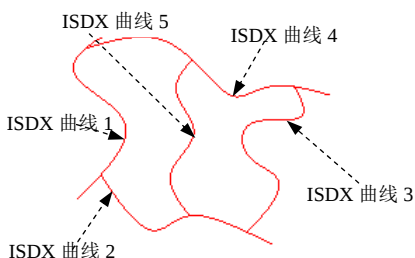
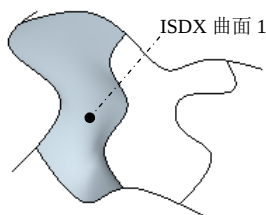

图 10.4.15 模型
图 10.4.16 创建 ISDX 曲面 1
(1) 单击视图工具栏中的  按钮，将模型设置为着色显示状态。
(2) 单击图工具栏中的  按钮，在弹出的界面中取消选中  轴显示、 坐标系显示 和  平面显示 复选框，使基准轴、坐标系和基准平面不显示。
(3) 单击  按钮，然后选择 VIEW_1 视图。此时模型如图 10.4.15 所示。
(1) 单击 **样式** 功能选项卡 **曲面** 区域中的“曲面”按钮 .
(2) 按住 Ctrl 键, 选取图 10.4.15 所示的 ISDX 曲线 1、曲线 2、曲线 5 和曲线 4, 此时系统便以这 4 条 ISDX 曲线为边界创建一个 ISDX 曲面, 如图 10.4.16 所示。
(3) 单击“造型: 曲面”操控板中的 , 完成 ISDX 曲面 1 的创建。